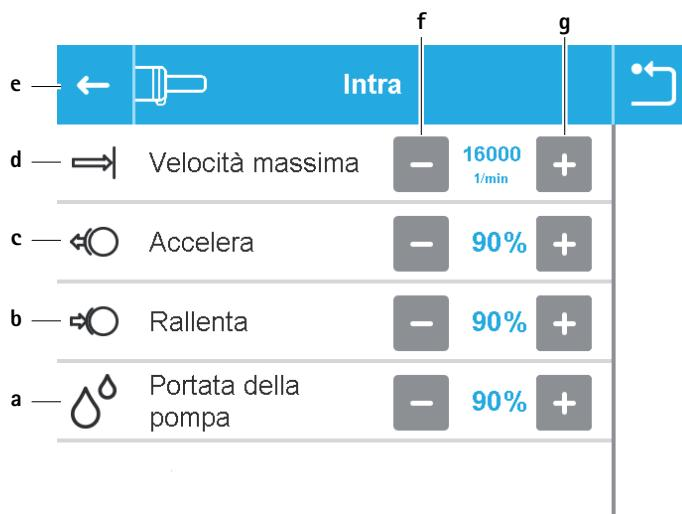

Fig. 10 Impostazioni motore – Tipo di motore/manipolo selezionato
- Il sottomenù del tipo di motore/manipolo scelto si apre, vedere Fig. 10.